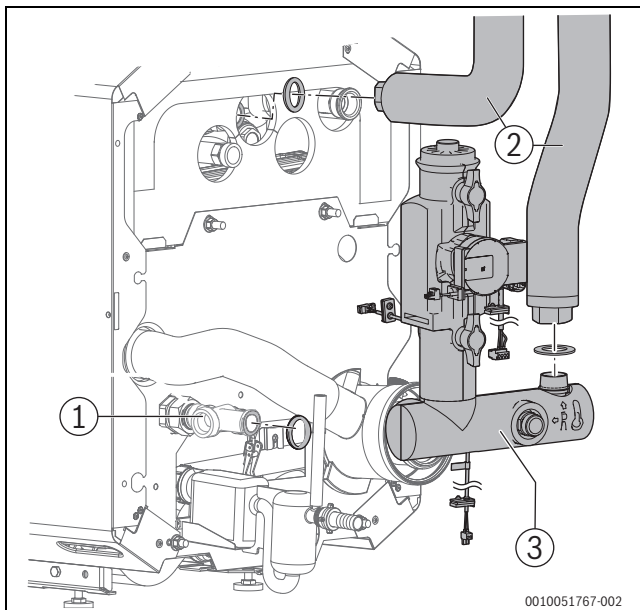

Fig. 4 Montage de l'assemblage de la tuyauterie HF-Set HYC40B
- Monter l'assemblage de la tuyauterie conformément à la figure 4.